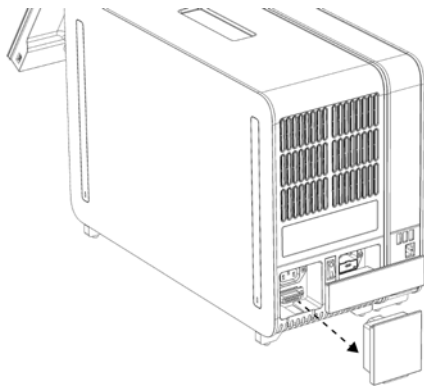

Figura 12. Rimozione del ponte copriterminali.
- 1d. Rimuovere il ponte copriterminali sul retro del modulo analitico (Figura 12, pagina successiva).